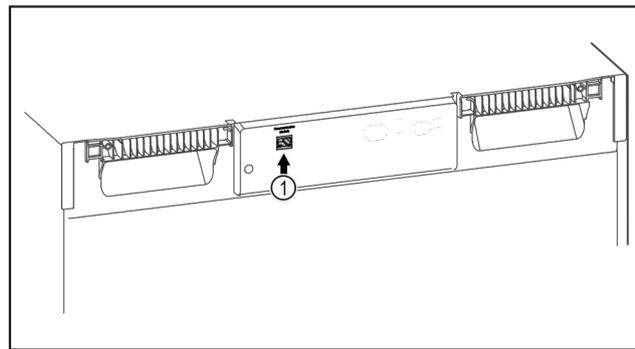

Fig. 123 Sicherstellen, dass folgende Voraussetzungen erfüllt sind:
- qSmartModule Fig. 123 (1) ist eingesetzt.